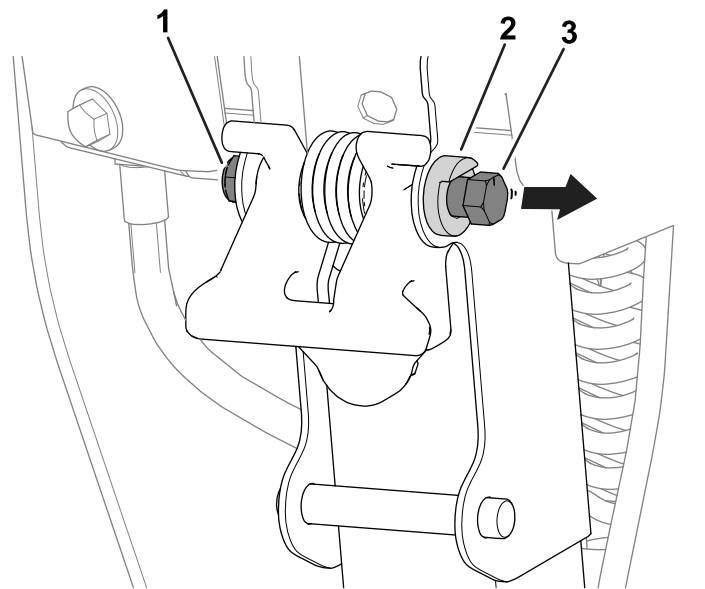

图 6
1. 松开门锁螺栓上的螺母使得螺栓头可以仅在枢轴挡铁之外自由移动 图 6。
3. 拧紧门锁螺栓上的螺母 图 6 以将新的螺栓位置固定在枢轴挡铁处。